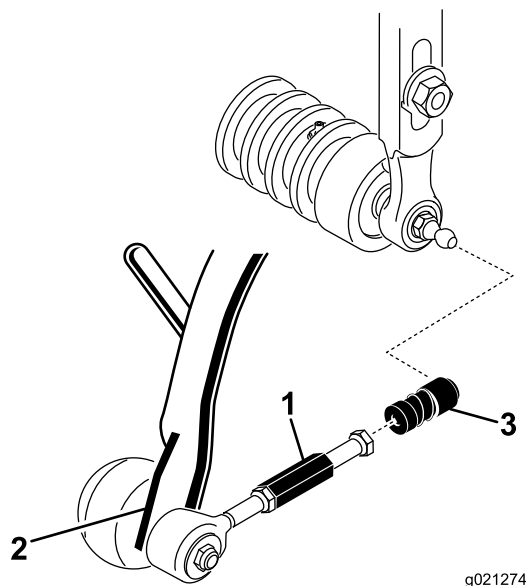

Figura 10
3. Faça deslizar a manga para a junta esférica e engate o receptor na junta esférica da unidade de corte (Figura 10).